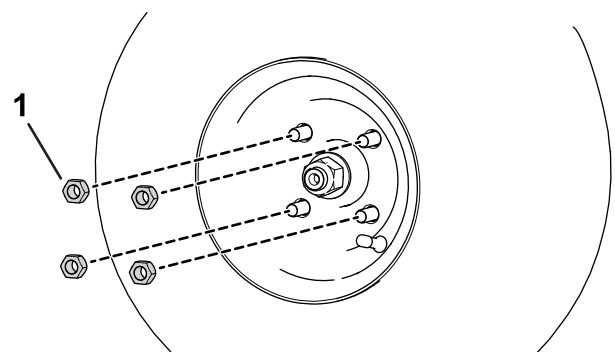

Рисунок 1
1. Ослабьте и отверните зажимные гайки колес (Рисунок 1).